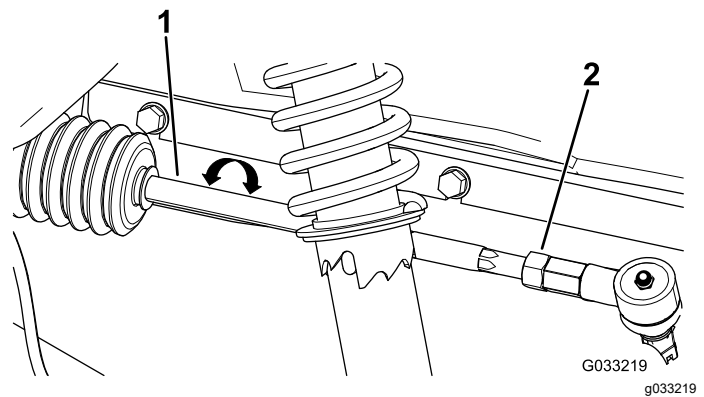

Figura 77
1. Allentate i controdadi all'estremità esterna dei tiranti (Figura 77).